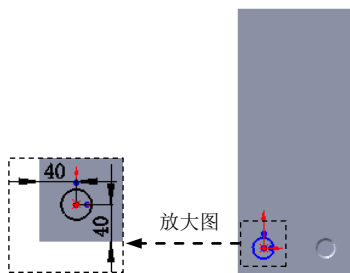

图 17.9.43 编辑草图
(4) 编辑草图, 如图 17.9.43 所示, 退出草图环境。